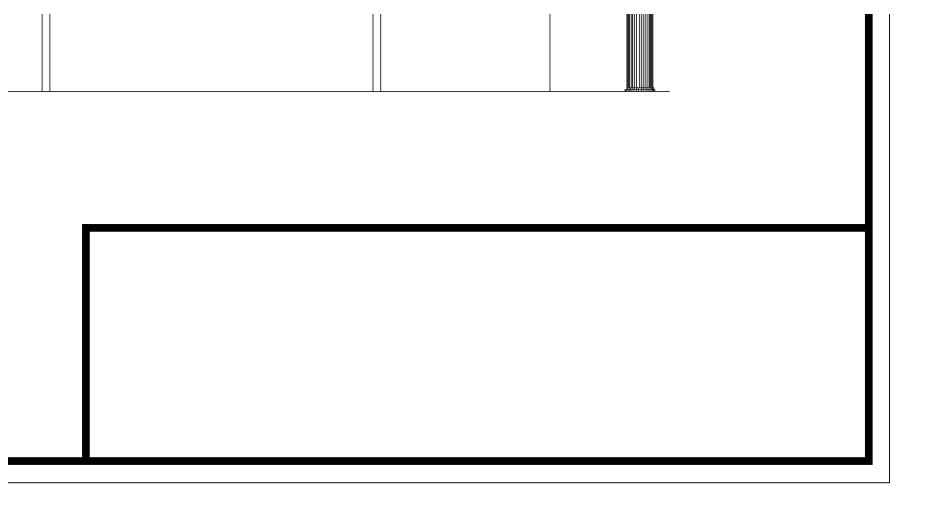

Рис. 10.23 ▼ Рамка основной надписи создана в виде полилинии
8. Переместите указатель-перекрестье вправо, до пересечения горизонтального сегмента с правой вертикальной границей рамки. Как только AutoCAD распознает точку падения перпендикуляра, щелкните для захвата координат этой точки, а затем нажмите **Enter** для завершения черчения полилинии. Рамка основной надписи определена (рис. 10.23). Ширина 15 мм теперь будет использоваться по умолчанию до тех пор, пока вы ее не измените.